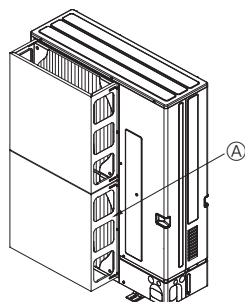

Fig. 2-4
- Installieren Sie eine als Sonderzubehör erhältliche Luftauslassführung, wenn die Anlage an einem Aufstellort installiert ist, an dem die Gefahr besteht, dass starker Wind direkt in die Luftaustrittsöffnung bläst. (Fig. 2-4)